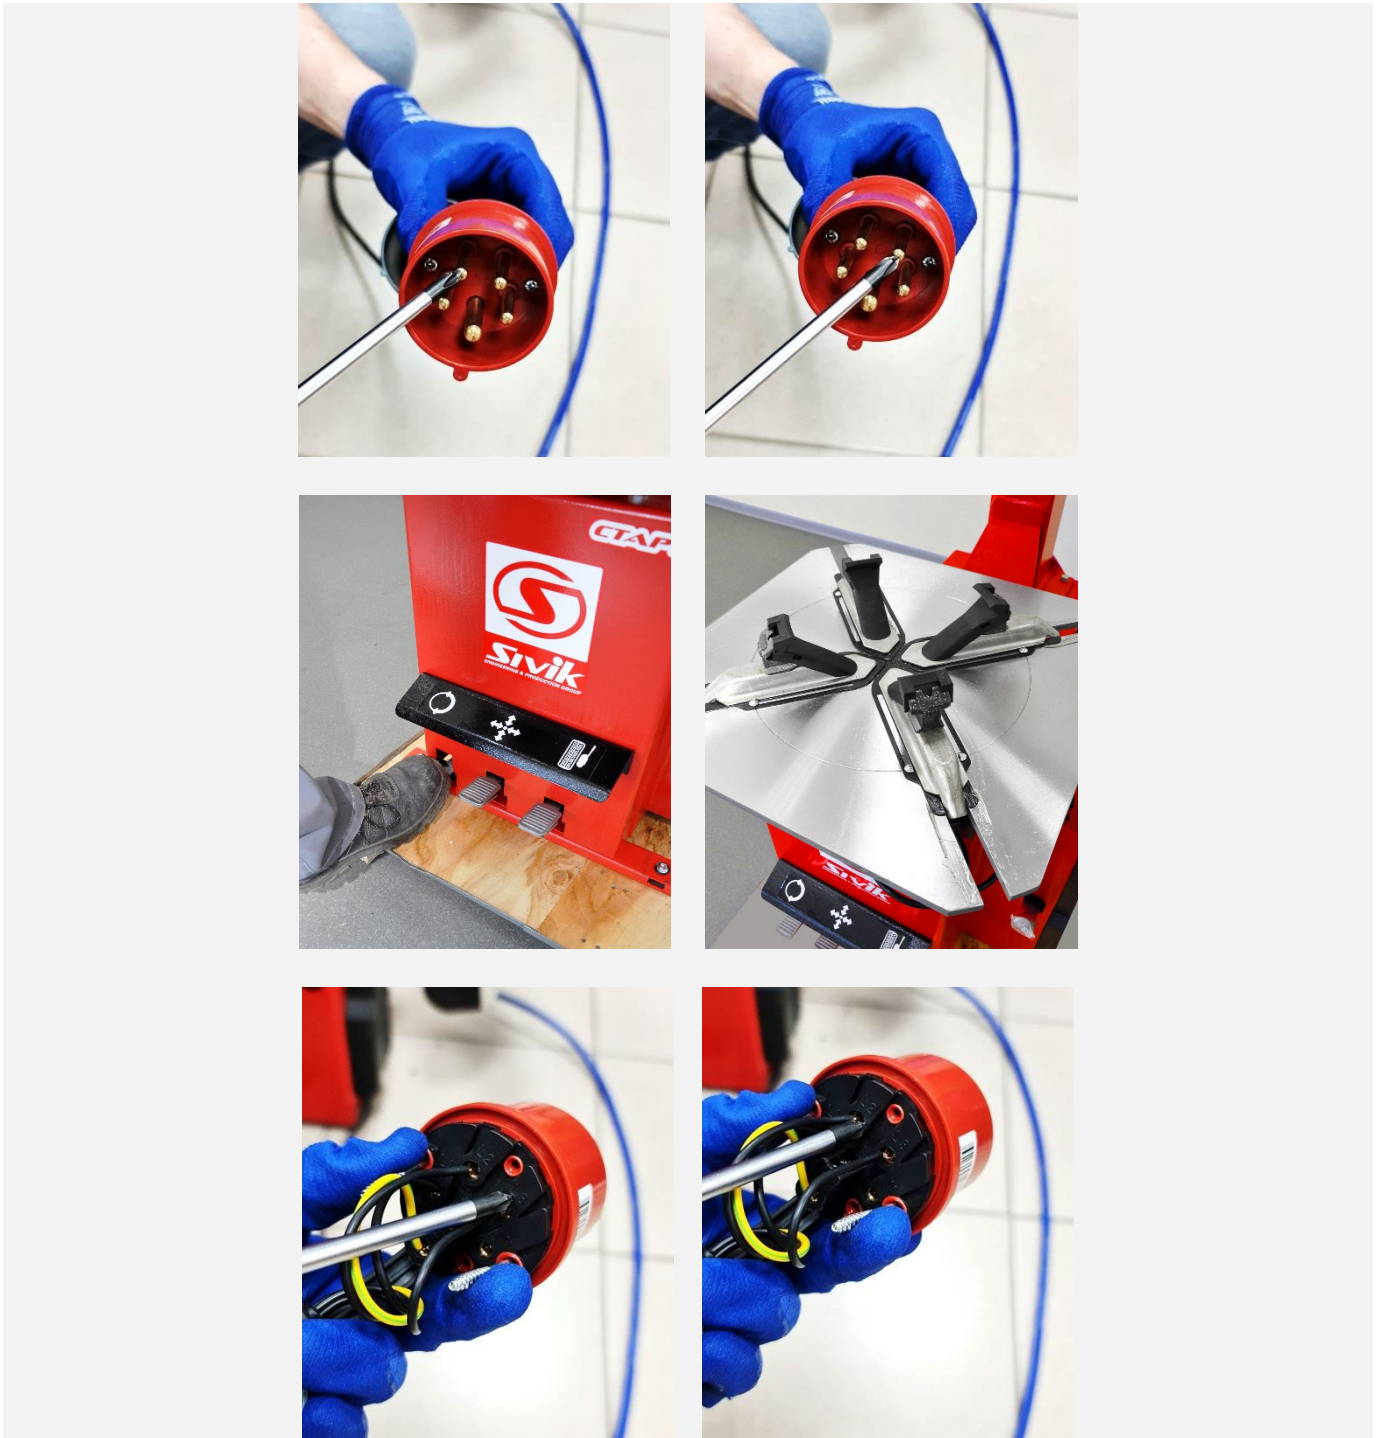

Рисунок 18
**8.2.2** Нажать педаль вращения мотора и убедиться, что поворотный стол станка вращается по часовой стрелке. Если поворотный стол вращается в обратную сторону, то необходимо поменять местами два любых фазных провода в электрической вилке (см. Рисунок 18).